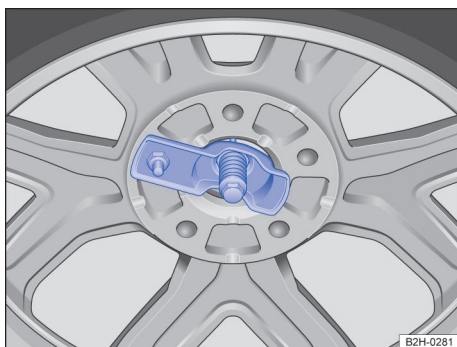

Fig. 16 Roda sobressalente ou de emergência: colocação correta do suporte do aro no orifício do aro.
- Introduzir o suporte do aro no sentido contrário à seta no orifício do aro → Fig. 16.